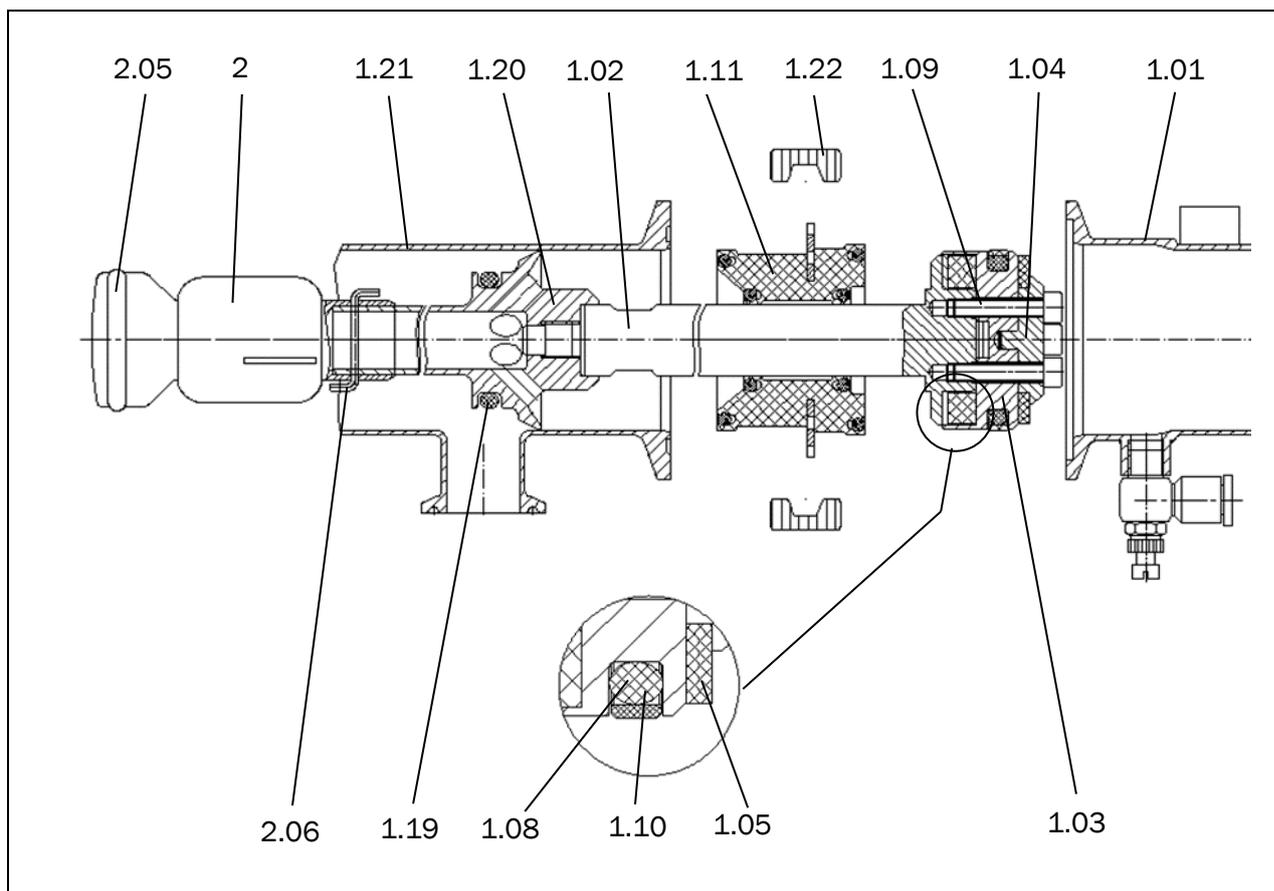

Abbildung 7.4-5: Wechseln der O-Ringe, des Zentrallagers, des Kolbenringes und des Dämpfungsringes
6. Neue O-Ringe gemäß Abbildung 7.4-5 montieren.